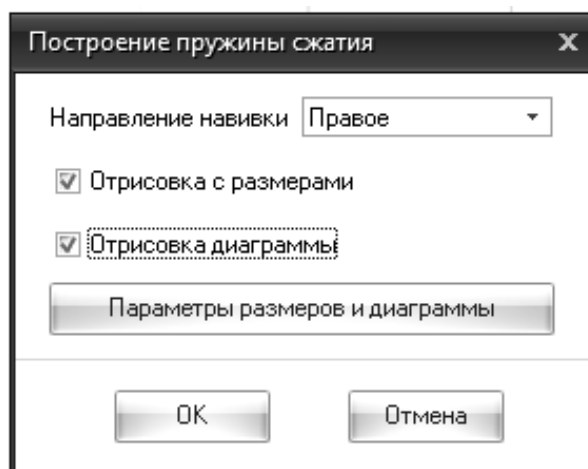

Рис. 13.3. Окно «Построение пружины сжатия»
4. В окне **Построение пружины сжатия** укажите параметры «Отрисовка с размерами» и «Отрисовка диаграммы» (рис. 13.3). Нажмите кнопку «ОК».